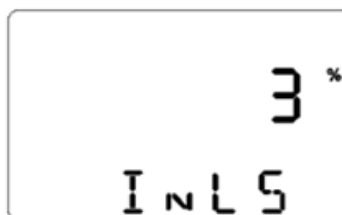

Figura 5.14: Configuração da carga para desligamento automático do Studio
- Essa faixa pode ser ajustada entre 3% e 50% da carga nominal, conforme demonstra a Figura 5.14.